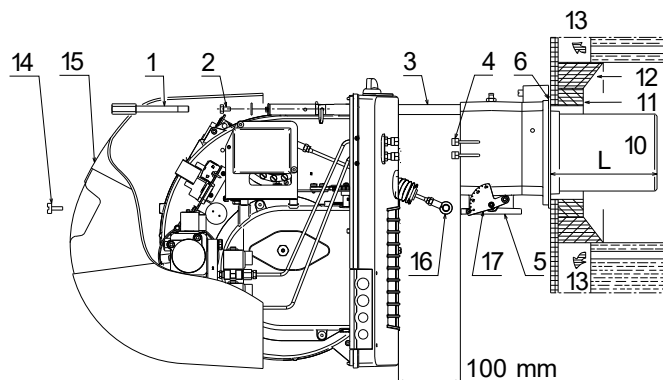
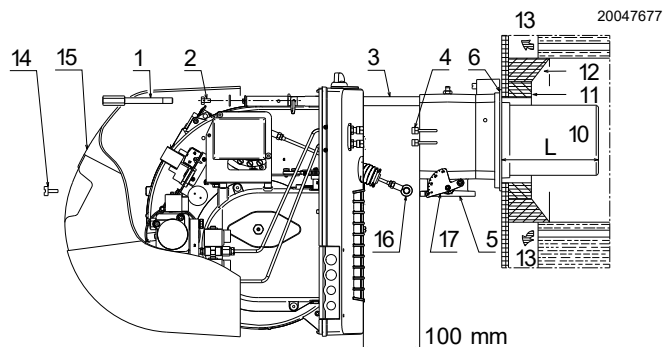

Fig. 11
Fig. 16
Per le caldaie con il frontale raffreddato ad acqua non è necessario il rivestimento refrattario (11)-12)(Fig. 11), se non vi è espressa richiesta del costruttore della caldaia.
- Separare la testa di combustione dal resto del bruciatore, (Fig. 11):
- scollegare i tubi del gasolio svitando i due raccordi (4).
- sganciare lo snodo (16) dal settore graduato (17).
- togliere la vite (14) ed estrarre il cofano (15).
- togliere le viti (2) dalle due guide (3).
- togliere la vite (1) ed arretrare il bruciatore sulle guide (3) per circa 100 mm.
- Disinserire i cavi degli elettrodi e quindi sfilare del tutto il bruciatore dalle guide, dopo aver tolto la copiglia dalla guida (3).
- Rimontare il bruciatore 4)(Fig. 16) sulle guide 3) a circa 100 mm dal manicotto 5), bruciatore nella posizione illustrata in Fig. 11 a pag. 17.
- Inserire i cavi degli elettrodi e quindi far scorrere il bruciatore fino al manicotto, bruciatore nella posizione illustrata dalla Fig. 16.
- Rimettere le viti 2)(Fig. 16) sulle guide 3).
- Fissare il bruciatore al manicotto con la vite 1) e rimettere la copiglia in una delle due guide 3)(Fig. 16).
- Ricollegare i tubi del gasolio avvitando i due raccordi 4)(Fig. 11 a pag. 17).